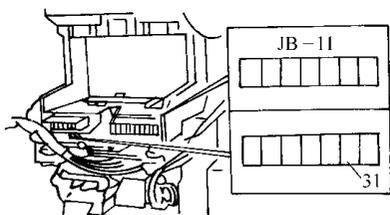

图 4-7 前照灯不亮的故障排除
2) 从接线盒拆下 CPU。在前照灯开关处于“OFF”情况下，测量接线盒插头（JB-11）的 31 端的电压，如图 4-7 所示。若电压为蓄电池电压，更换 CPU；若为其他，修理线束（前照灯继电器 - CPU）。